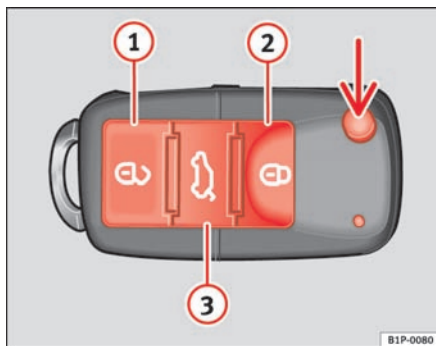

Fig. 43 Knapper på nøglen med fjernbetjening
Med knappen ⇒ fig. 43 (pil) på fjernbetjeningen kan du klappe nøglen ud.
Bilen bliver låst op med ⇒ fig. 43 ①.
Bilen bliver låst med ⇒ fig. 43 ②.
Oplåsning af bagklap: Tryk på ⇒ fig. 43 ③, indtil alle blinklygter på bilen blinker et kort øjeblik. Når du har trykket på oplåsningsknappen ③, kan du åbne bagklappen inden for 2 min. Når denne periode er gået, bliver bagklappen låst igen.
Når du trykker en gang på  ⇒ side 78, fig. 43 , bliver førerdøren låst op. Alle andre døre forbliver låst.
Når du trykker to gange på  ⇒ side 78, fig. 43 , bliver alle døre låst op.